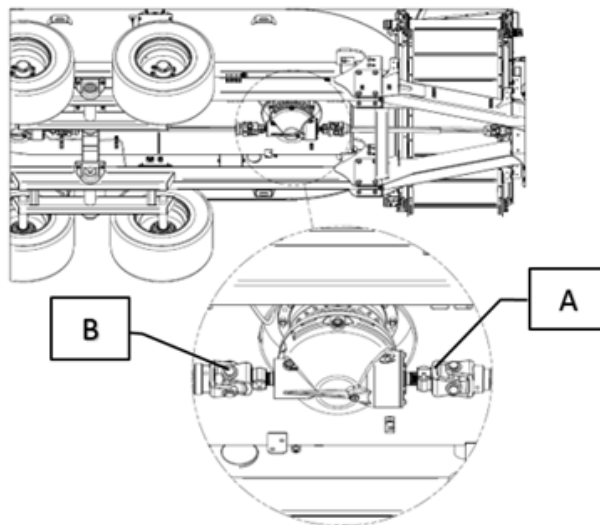

Figure 40 — Emplacement des limiteurs de couple à boulon de cisaillement sur les SMARTMIX à deux vis
Les SMARTMIX à deux vis possèdent deux sécurités par limiteur à boulon. Le premier limiteur est situé sur la transmission secondaire et permet de protéger les deux planétaires d'entraînement des vis de mélange (repère A, Figure 40). Le deuxième limiteur est situé après le premier boîtier d'entraînement de la vis arrière (repère B, Figure 40).
En cas de rupture du boulon de cisaillement de la vis avant (repère A, Figure 40) :
2. Retirez le morceau de boulon du limiteur (repère A, Figure 40).
En cas de rupture du boulon de cisaillement de la vis arrière (repère B, Figure 40) :
2. Retirez le morceau de boulon du limiteur (repère B, Figure 40).